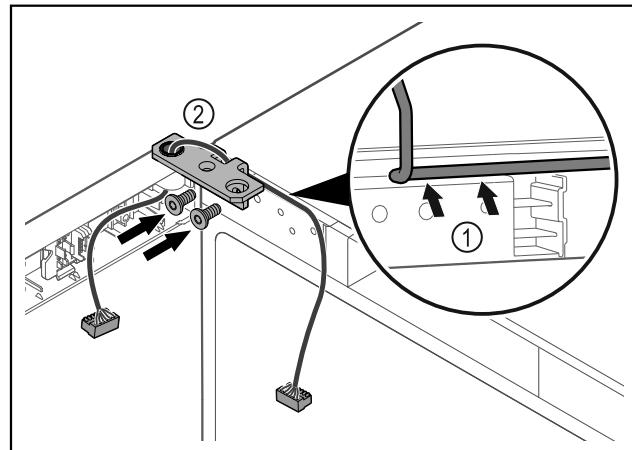

Fig. 44
- Vadiet kabeli caur lokāmā kronšteina padziļinājumu un uzmanīgi izvietojiet Fig. 44 (1).
- Pieskrūvējiet lokāmos kronšteinus Fig. 44 (2).